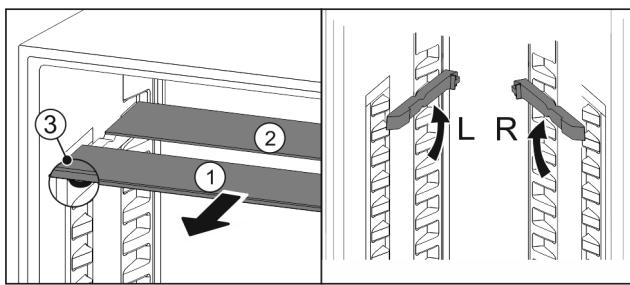

Fig. 87
- ▶ Vytiahnite sklené dosky jednotlivo dopredu Fig. 87 (1).
- ▷ Sklená doska Fig. 87 (1) s ozdobnou lištou leží vpriedu.
- ▷ Zarázky Fig. 87 (3) ukazujú nadol.